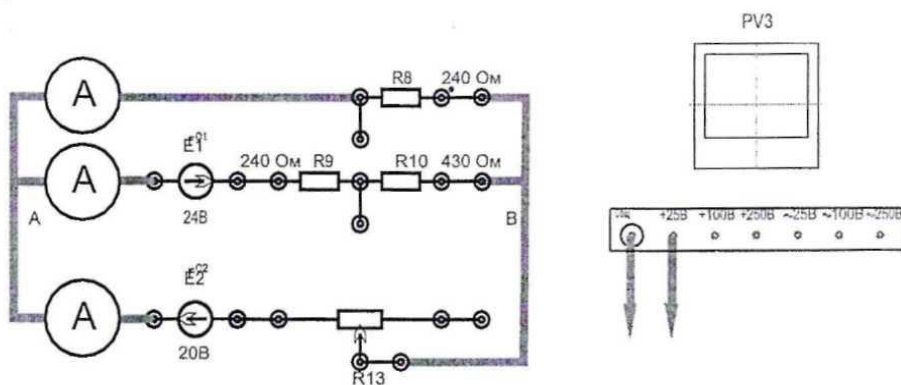

Рисунок 3.1 - Схема для проверки законов Кирхгофа
- 2.5 Собрать и изучить схему электрической цепи (рис. 3.1.).